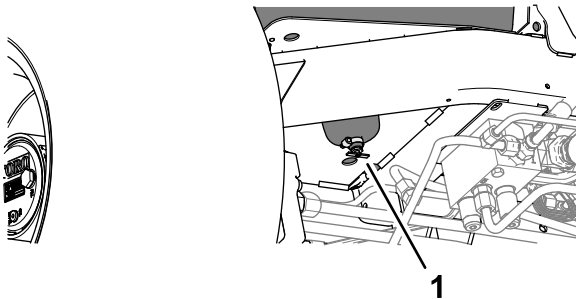

Figura 82
2. Alinhe um recipiente de drenagem debaixo da válvula de drenagem no fundo do depósito de combustível (Figura 82).